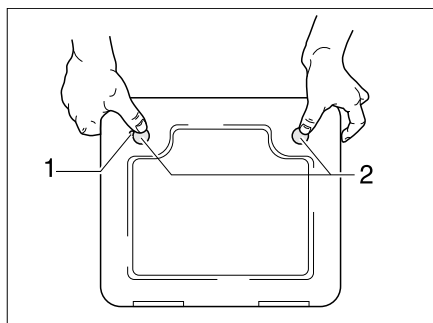

Fig. 364 Sportello per la cassetta della toilette
- Aprire lo sportello della cassetta all'esterno del veicolo. Inserire la chiave nel cilindro della serratura a pressione (Fig. 364,1) e ruotare di un quarto di giro.
- Premere contemporaneamente con i polli entrambi le serrature a pressione (Fig. 364,2) e aprire lo sportello per la cassetta.